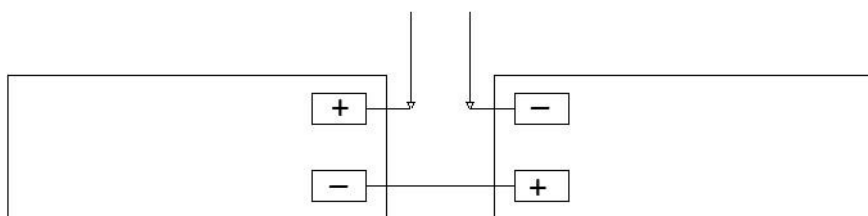

Рисунок 3. Схема подключение АКБ
2.9. При отключении питания от сети переменного тока прибор автоматически переходит на питание от резервных аккумуляторов (**эксплуатация прибора без подключенных аккумуляторных батарей запрещена**). Схема подключения АКБ приведена на рис. 3.
- вход «АКБ+» и «АКБ-» служит для подключения резервного источника питания. Схема подключения АКБ приведена на рис. 3.